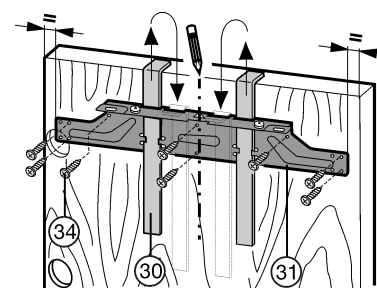

Fig. 20
- ▶ Befestigungstraverse *Fig. 20 (31)* mit den Montagehilfen *Fig. 20 (30)* auf die Innenseite der Möbeltür hängen.
- ▶ Befestigungstraverse *Fig. 20 (31)* mittig ausrichten: kurze Mittellinie auf Möbeltür anzeichnen und Pfeilspitze der Traverse darüberbringen.
- ▶ Befestigungstraverse *Fig. 20 (31)* mit mindestens 6 Schrauben *Fig. 20 (34)* festschrauben.
- ▶ Befestigungstraverse *Fig. 20 (31)* mit 4 Schrauben *Fig. 20 (34)* am Rand festschrauben.
- ▶ Montagehilfen *Fig. 20 (30)* nach oben herausziehen und in die danebenliegenden Ausnahmeöffnungen gedreht einschieben.